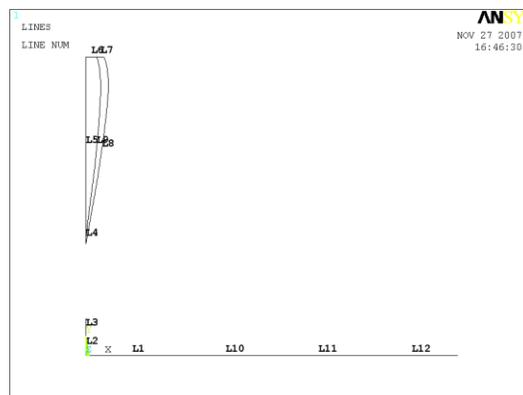

Рисунок 37. Результаты разбиения нижней границы модели
- Нажимаем кнопку **OK** (Рисунок 37).